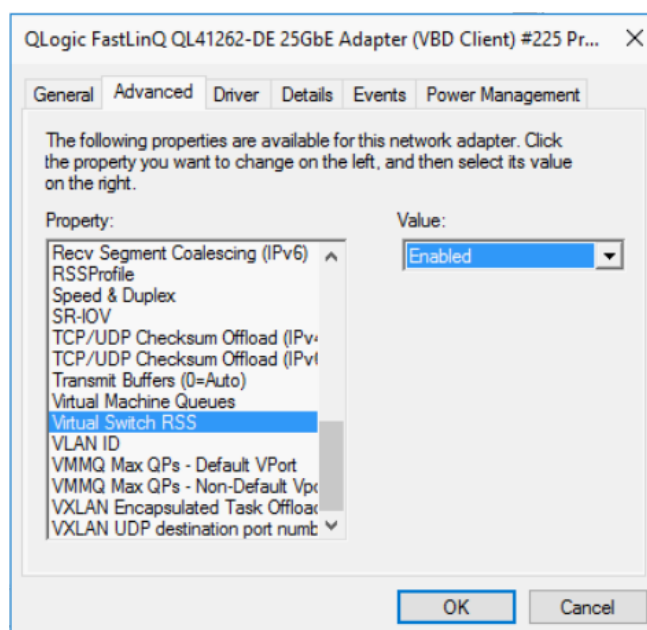

Ilustración 15-13. Propiedades avanzadas: Activación de RSS del conmutador virtual
2. En la página Advanced (Avanzado) de las propiedades del adaptador (Ilustración 15-13), en **Property** (Propiedad), seleccione **Virtual Switch RSS** (RSS conmutador virtual) y después establezca el valor en **Enabled** (Activado).